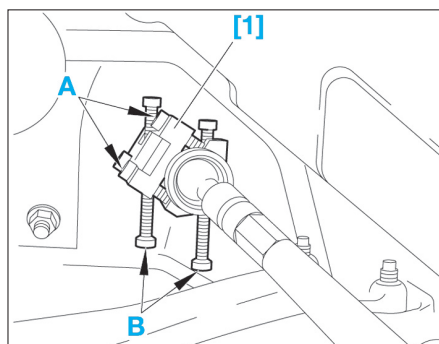

Fig. 12
- Desserrer le contre-écrou (2) puis déposer la rotule de direction.
- Désaccoupler le tuyau d'équilibrage des pressions du soufflet de crémaillère (3).
- Repérer la position du soufflet de crémaillère (3) par rapport au boîtier de direction.
- Déposer les colliers (4)
- Déposer le soufflet de crémaillère (3).
- Positionner l'outil [1] sur la crémaillère afin que ses appuis rotulés prennent appuis sur le berceau (Fig.12).